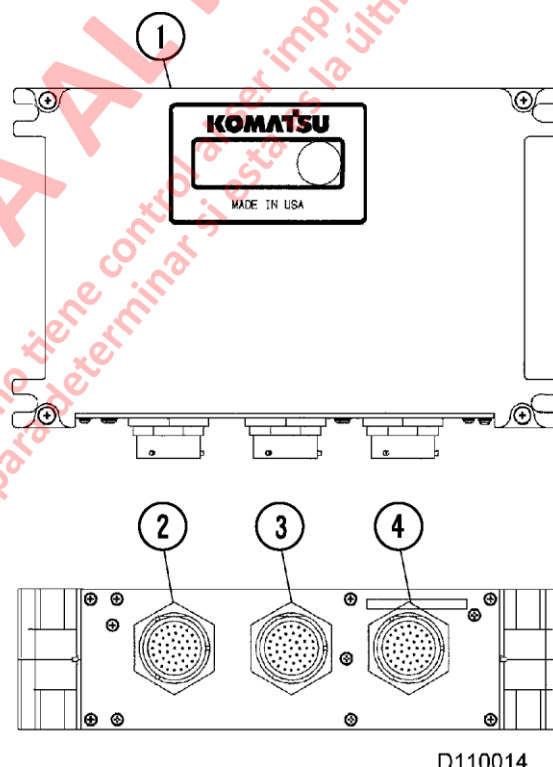

FIGURA 12-1. MODULO INTERFAZ
El módulo de interfaz (IM) (1, FIGURA 12-1) recopila los datos de varios sensores y envía esta información al controlador KOMTRAX Plus mediante el arnés de cable principal.